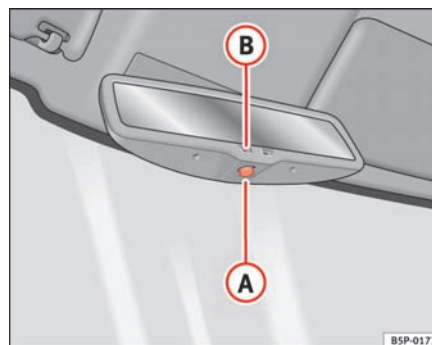

Fig. 90 Bakspejl med automatisk afblænding
- Tryk på knappen **A** ⇒ fig. 90. Kontrollampen **B** slukker.
- Tryk på knappen **A** ⇒ fig. 90. Kontrollampen tænder.